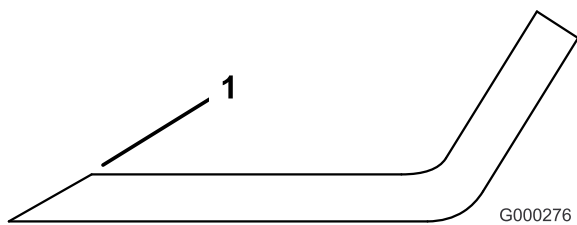

Figura 87
- Inspeccione los fillos de corte de todas las cuchillas, y afílelos si están romos o tienen mellas (Figura 87).
Nota: Afile únicamente la parte superior del filo y mantenga el ángulo de corte original para asegurar un filo correcto (Figura 87). La cuchilla permanecerá equilibrada si se retira la misma cantidad de metal de ambos bordes de corte.